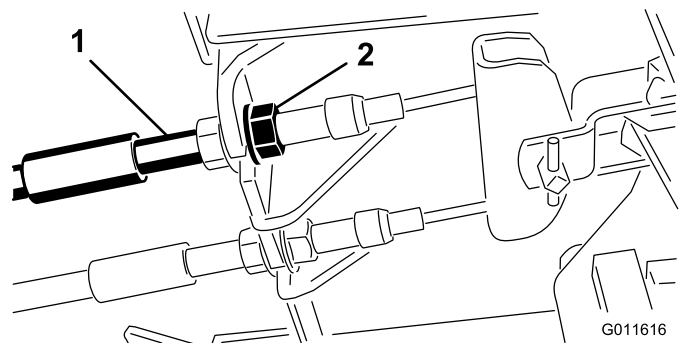

図 72
1. 遊びを減らすブレーキを締めるには、ブレーキケーブルのネジ山の前ナットをゆるめ、後ろのナットを締める (図 72)。